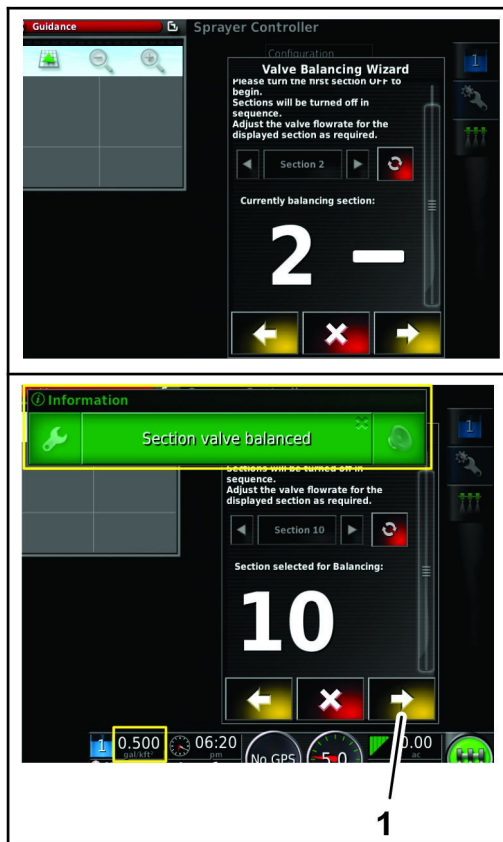

Figura 149
8. Repita los pasos 6 y 7 con las válvulas de sección 2 a 10 (Figura 149).
9. Cuando todas las válvulas de sección estén equilibradas, pulse el icono Siguiente (Figura 149).